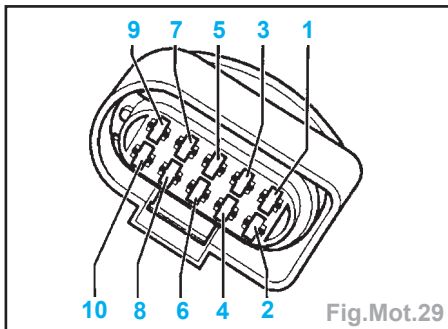

Fig.Mot.29
- Contrôler en fonction du schéma de câblage, si les câbles ne présentent pas de coupure entre le boîtier de contrôle et la fiche à 10 raccords (Fig.Mot.29).